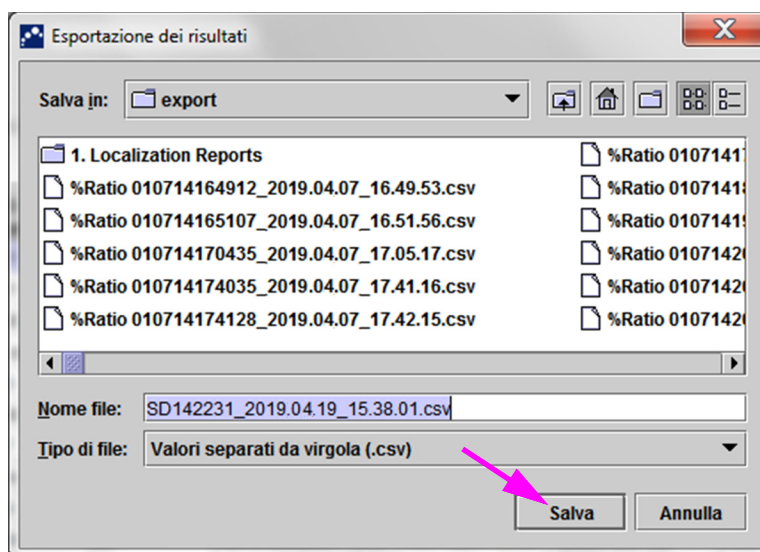

Figura 5-62. Finestra di dialogo Esportazione dei risultati
1. Dalla cartella GeneXpert sul sistema in uso, navigare fino alla cartella **Export (Esporta)**. Fare clic con il pulsante destro del mouse sul file .csv che si desidera aprire. Quando viene visualizzato il menu a discesa, fare clic su **Open with (Apri con)** e selezionare **OpenOffice Calc**. Vedere la Figura 5-62.